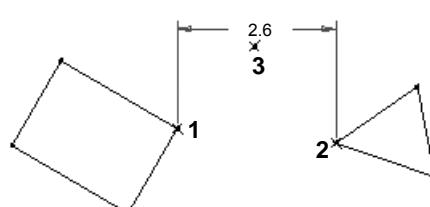

图 4.9.4 两点间距离的标注
Step2. 分别单击位置1和位置2以选择两点，中键单击位置3以放置尺寸（图4.9.4）。